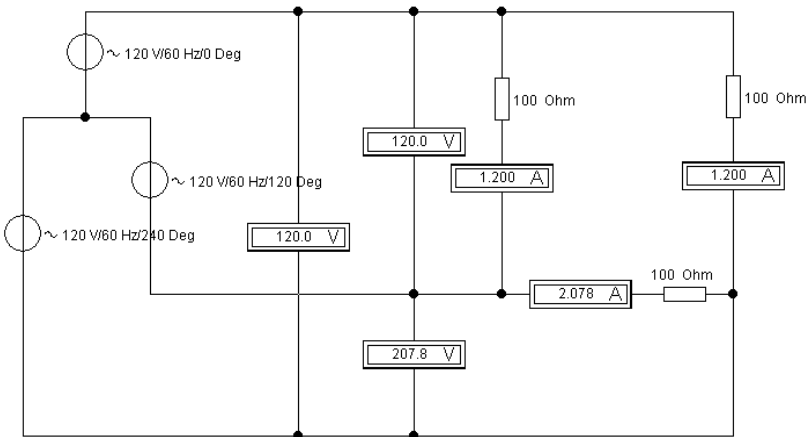

Рис. 23. Трёхпроводная схема соединения потребителей по схеме «треугольник» с симметричной нагрузкой
3. Смоделировать работу трёхфазной электрической цепи при подключении симметричного приёмника по схеме «треугольник». Пример такого подключения приведён на рис. 23. Аналогичная схема включения используется и для несимметричного приёмника.